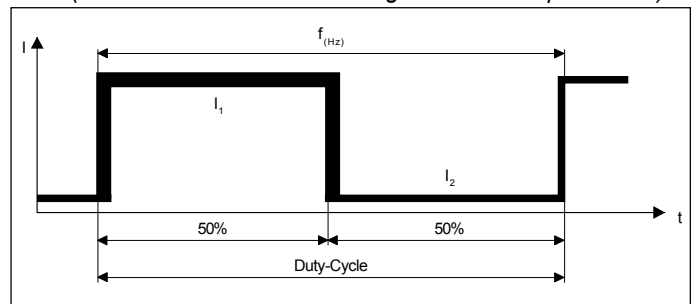

Abb. 15
2. Einstellbeispiel: (Abb. 15)